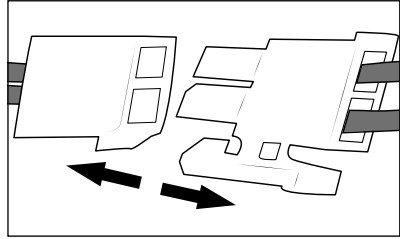

Rys. 16
- 1) Odkręć obie śruby osłony kieszeni akumulatora **2b** (patrz rys. 16) na spodzie urządzenia za pomocą wkrętka krzyżowego i wyjmij je z urządzenia. Zdejmij osłonę kieszeni akumulatora **2b** z urządzenia.